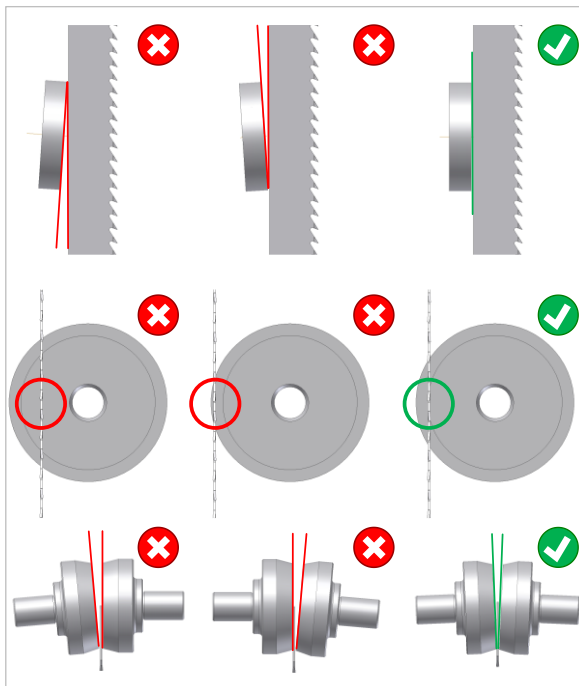

Figure 31 : réglage de base des galets arrière et latéraux
- Régler les galets latéraux de manière à ce qu'ils ne touchent que légèrement la lame de scie (voir ⇒ Figure 31). Veiller à ce que la lame ne soit pas déviée latéralement !
- La ⇒ Figure 31 indique complètement à droite le réglage optimal des galets arrière et latéraux et à gauche et au centre, les réglages incorrects à éviter.
- Le galet arrière doit être parallèle au dos de la lame de scie (vertical) (⇒ Figure 31 en haut à droite).
- La lame de scie doit passer exactement devant le bord intérieur des galets arrière (⇒ Figure 31 centre à droite).
- Les angles d'ouverture entre les galets latéraux et la lame de scie doivent être les mêmes des deux côtés de la lame (⇒ Figure 31 en bas à droite).
Arêtes trop aiguisées à la base de la dent	→ Vérifier le réglage de base (⇨ Figure 31) et régler à nouveau le cas échéant (voir ⇨ 10.7.2).
La lame de scie va trop loin à l'intérieur du galet arrière.	→ Vérifier le réglage de base (⇨ Figure 31) et régler à nouveau le cas échéant (voir ⇨ 10.7.2).